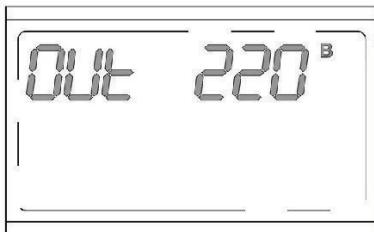

Рисунок 31. ЖК-дисплей в режиме настройки выходного напряжения
2. Дождаться щелчка (3 секунды после перевода автоматического выключателя «Байпас» в положение ON («1»)) и двойным быстрым нажатием кнопки  перевести ЖК-дисплей в режим настройки выходного напряжения (**рисунок 31**).